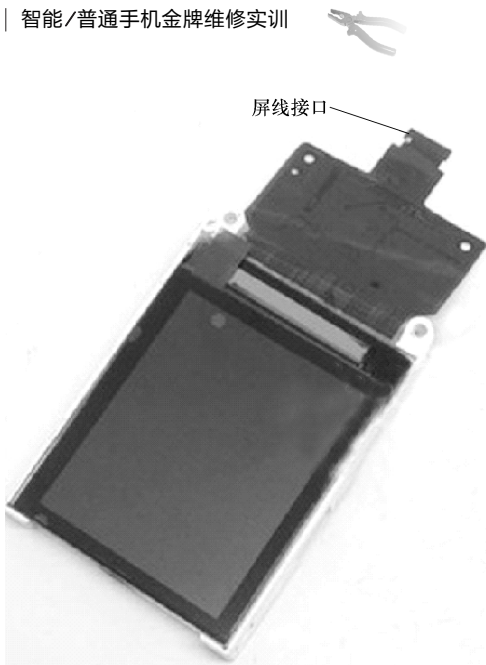

图 3-2 索尼爱立信 K700C 型手机液晶屏
- 4) 将新的同型号的液晶屏 (见图 3-2) 按照与拆卸相反的顺序进行安装, 即将液晶屏屏线插入到接口插座中→将插座压杆扳下、并压紧→将屏线与接口插座插接好。